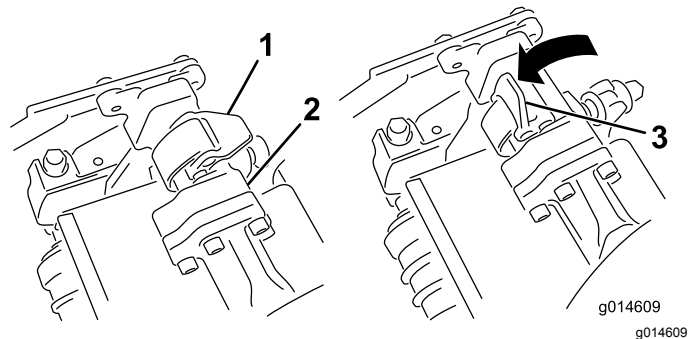
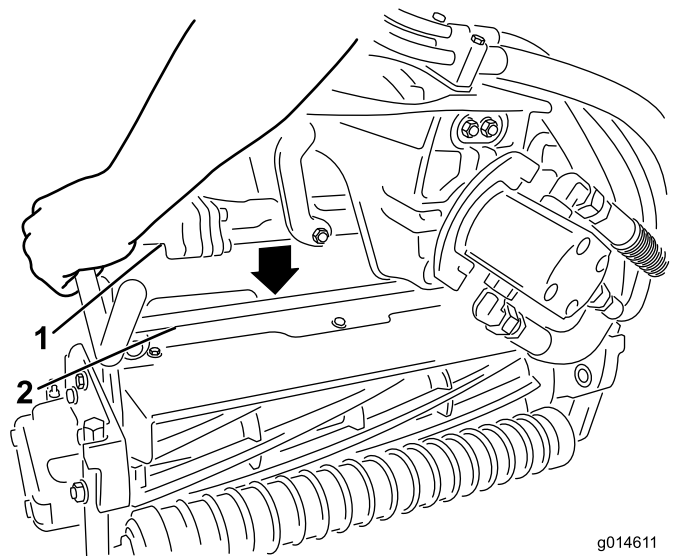

图 46
图 47
3. 当悬挂臂杆上的门锁指向上方即打开时图46向下压悬挂臂使悬挂臂杆与滚刀组上方的支架相契合图47。
4. 向下并绕着滚刀组横杆关闭门锁将它们锁定到位图46。
4. 打开您正在拆下的滚刀组悬挂臂上的门锁图 46。